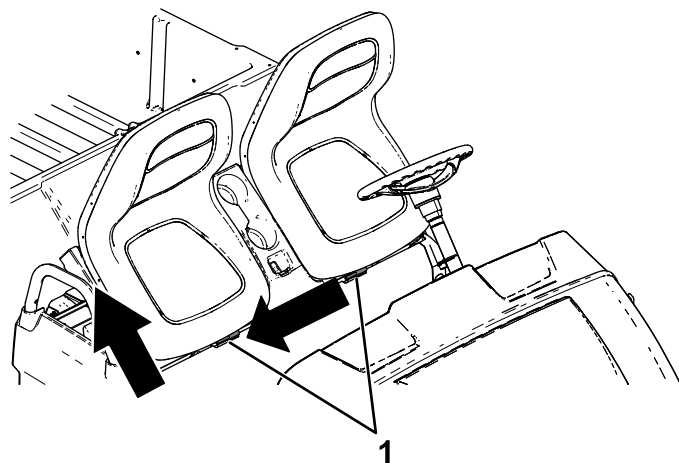

Figure 26
2. Poussez l'ensemble sièges sur le côté pour le dégager des goupilles, puis soulevez-le (Figure 26).